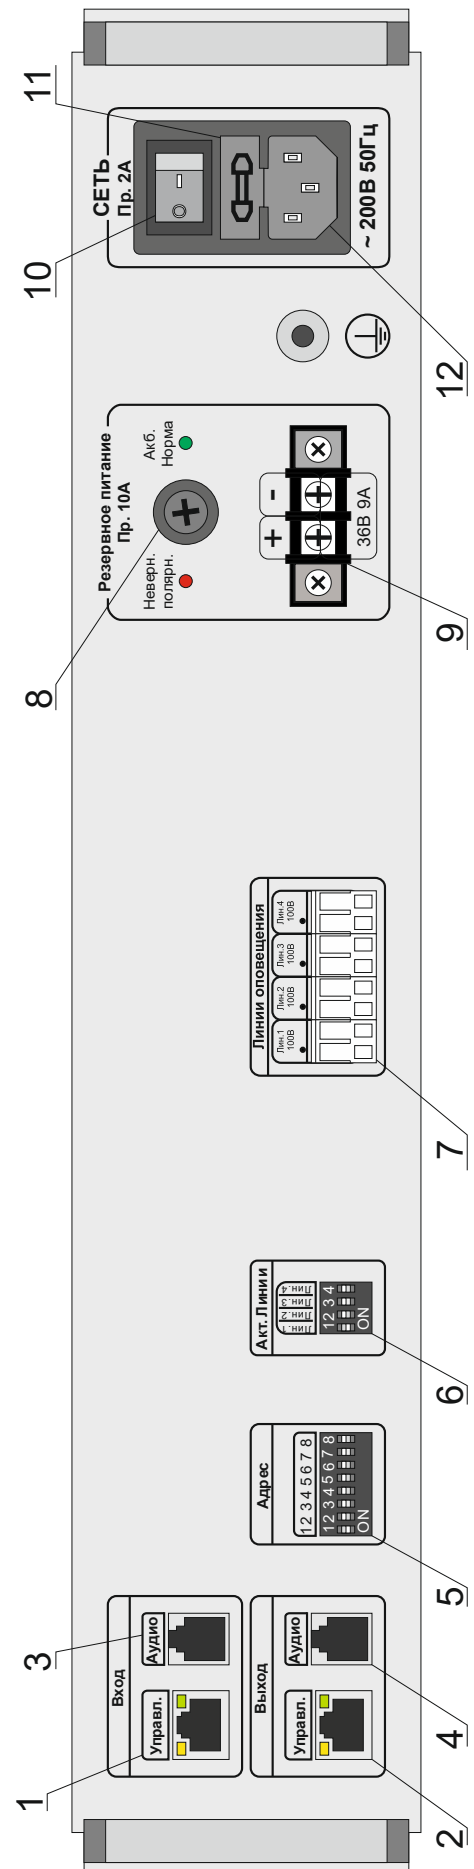

Рис. 2.10 Вид задней панели
2.3.2.4 Устанавливают выключатель СЕТЬ (поз.10 на Рис. 2.10), обеспечивающий подачу электропитания, в положение, соответствующее отключенному состоянию.
На задней панели (см. Рис. 2.10) расположены:
Включают электропитание посредством выключателя СЕТЬ (поз.10 на Рис. 2.10).